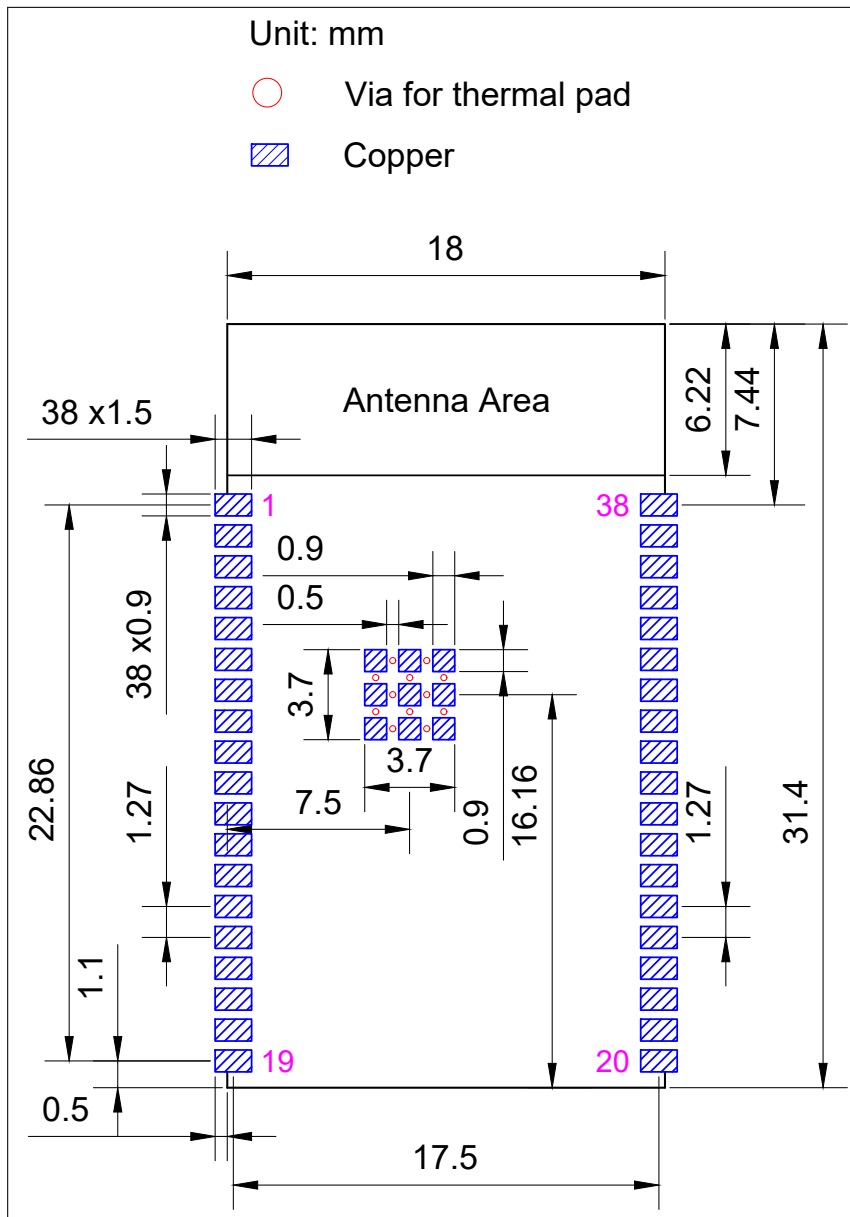

图 14: 推荐 PCB 封装图形
- 推荐 PCB 封装图，标有 PCB 设计所需的全部尺寸。详见图 14 推荐 PCB 封装图形。
- 推荐 PCB 封装图的源文件，用于测量图 14 中未标注的尺寸。您可用 Autodesk Viewer 查看 ESP32-WROVER-E 和 ESP32-WROVER-IE 的封装图源文件。